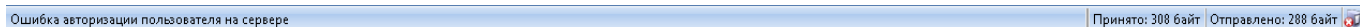

Рис.7.7.7. Панель состояния «Ошибка авторизации пользователя на сервере».
6. «**Ошибка авторизации пользователя на сервере**» - сообщение отображается в левой части панели состояния, после неверного или ошибочного ввода пароля в окно «Авторизации пользователя» при загрузке АРМ «Легион-2», рисунок 7.7.7.